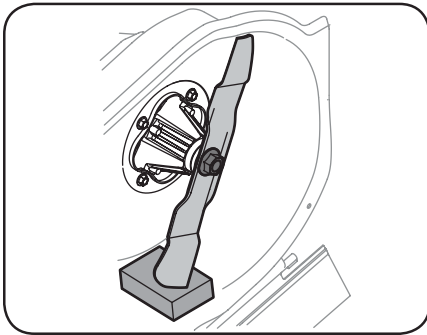

Figura 1
3. Coloque un bloque de madera entre el deflector del alojamiento central de la plataforma y la cuchilla de corte para evitar que la cuchilla gire cuando se afloje la tuerca con reborde hexagonal de la cuchilla. Consulte la Figura 1.